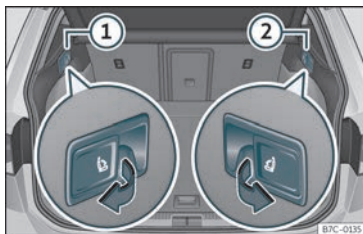

Fig. 102 Na bagageira: alavancas para desbloqueio à distância das partes esquerda ① e direita ② do encosto traseiro.
- Puxe o manípulo de desbloqueio >>> Fig. 102 da parte do encosto que deseja rebater.